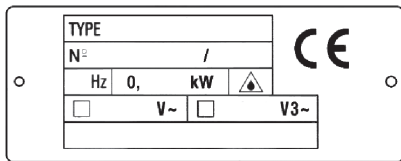

Figura 5 – Cartão técnico - matrícula
Neste ponto, assegure-se de que o sistema de aterramento esteja em perfeito funcionamento. Verifique também se o tipo de corrente indicado na placa de identificação (Figura 5) corresponde
Neste ponto, assegure-se de que o sistema de aterramento esteja em perfeito funcionamento. Verifique também se o tipo de corrente indicado na placa de identificação (Figura 5) corresponde à voltagem (V) e frequência (Hz) da linha de energia.